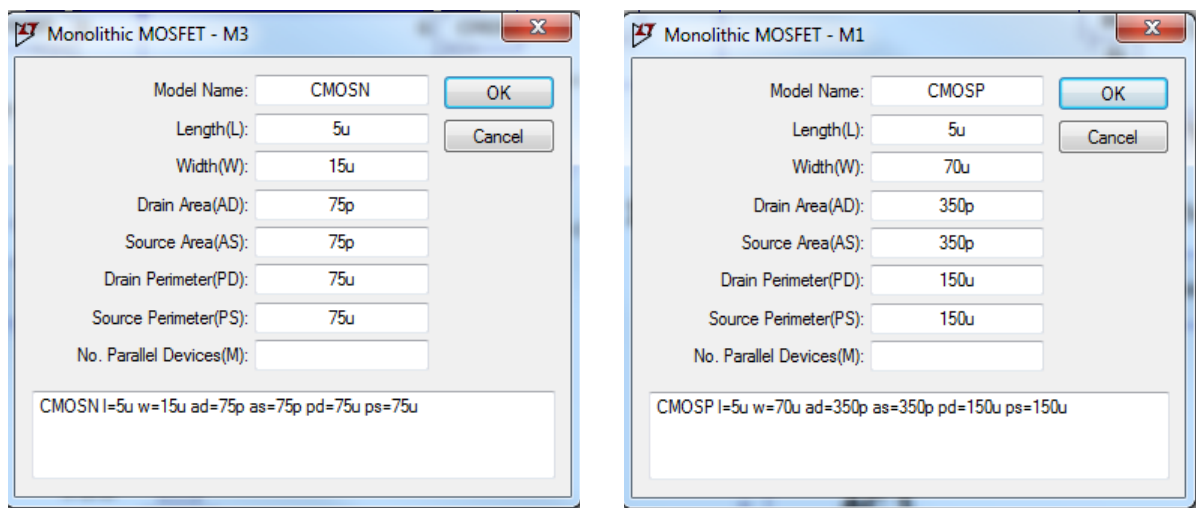

Figura X.3. Especificación de los parámetros de los transistores NMOS y PMOS.
2. Para cada tipo transistor, editar sus propiedades y complementar con los parámetros geométricos indicados en la tabla X.1. En la figura X.3 se muestra los valores de esos parámetros. Es importante tener en cuenta que, en **LTSpice**, las unidades de μm se indican mediante la letra **u** (10^{-6}) y las unidades μm^2 mediante la letra **p** (10^{-12}).